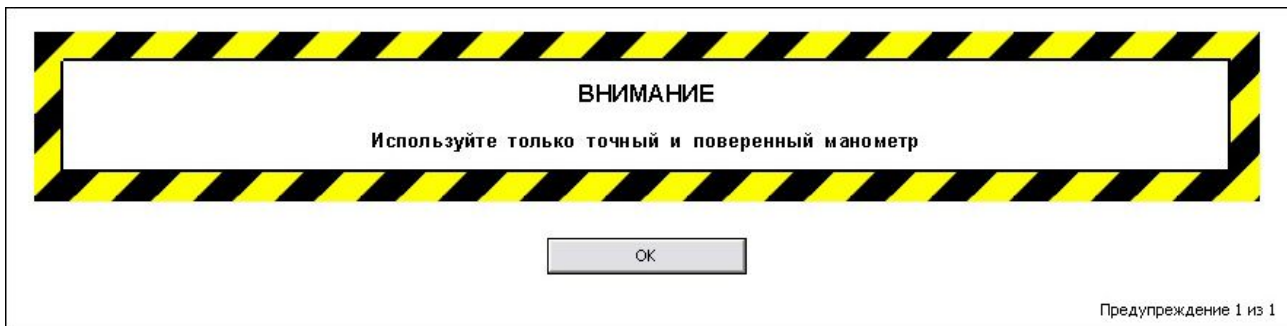

Рис. 6.86
5. Найдите название модуля данных «Шасси - Неисправность колеса» и щелкните по нему левой кнопкой мыши. В правом окне появятся сообщение о всех записях вида «Предупреждение» и «Внимание», введенных на вкладке **Меры безопасности и персонал**. На Рис. 6.86 показан пример такого сообщения.